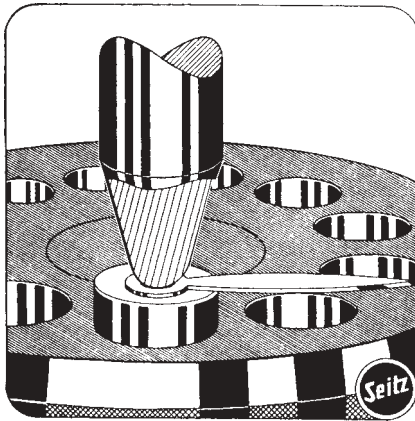

Abb. 60
- d) Auch Minutenzeigerlöcher können mit einem Rundpunzen verengt werden (Abb. 60). Hier genügt ein leichter Schlag, da sonst durch die Treibwirkung eine Vergrößerung des